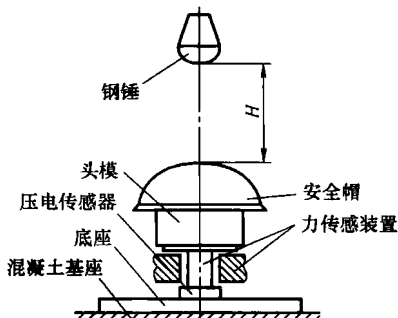

图 1-2 安全帽的冲击性能试验
1) 冲击性能试验。冲击性能试验的设备如图 1-2 所示。其中基座用不小于 500kg 的混凝土座构成。将头模、力传感装置、压电传感器、底座垂直安放在基座上。把安全帽的帽衬调整至适当位置后,戴在头模上。钢锤从 1m (锤的底部到安全帽顶部的距离,即图中 H) 的高度自由下落,冲击安全帽。钢锤的重心运动轨迹应与头模中心线、传感器敏感轴线重合。